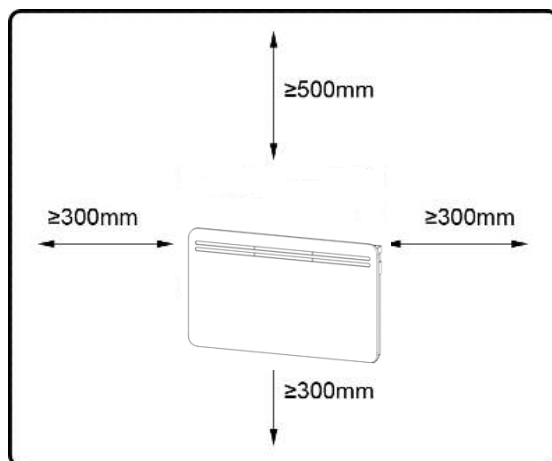

Abb. 1
1/Bestimmen Sie den geeigneten Standort (Abb. 1)
- Halten Sie die Mindestabstände zwischen dem Gerät und Wänden, Böden, Möbeln, Vorhängen usw. ein (wie in Abb. 1 verlangt).
1. Stellen Sie sicher, dass Sie mindestens 30 cm Abstand zwischen dem Heizkörper und dem Boden, der Wand usw. halten (Abb. 1).